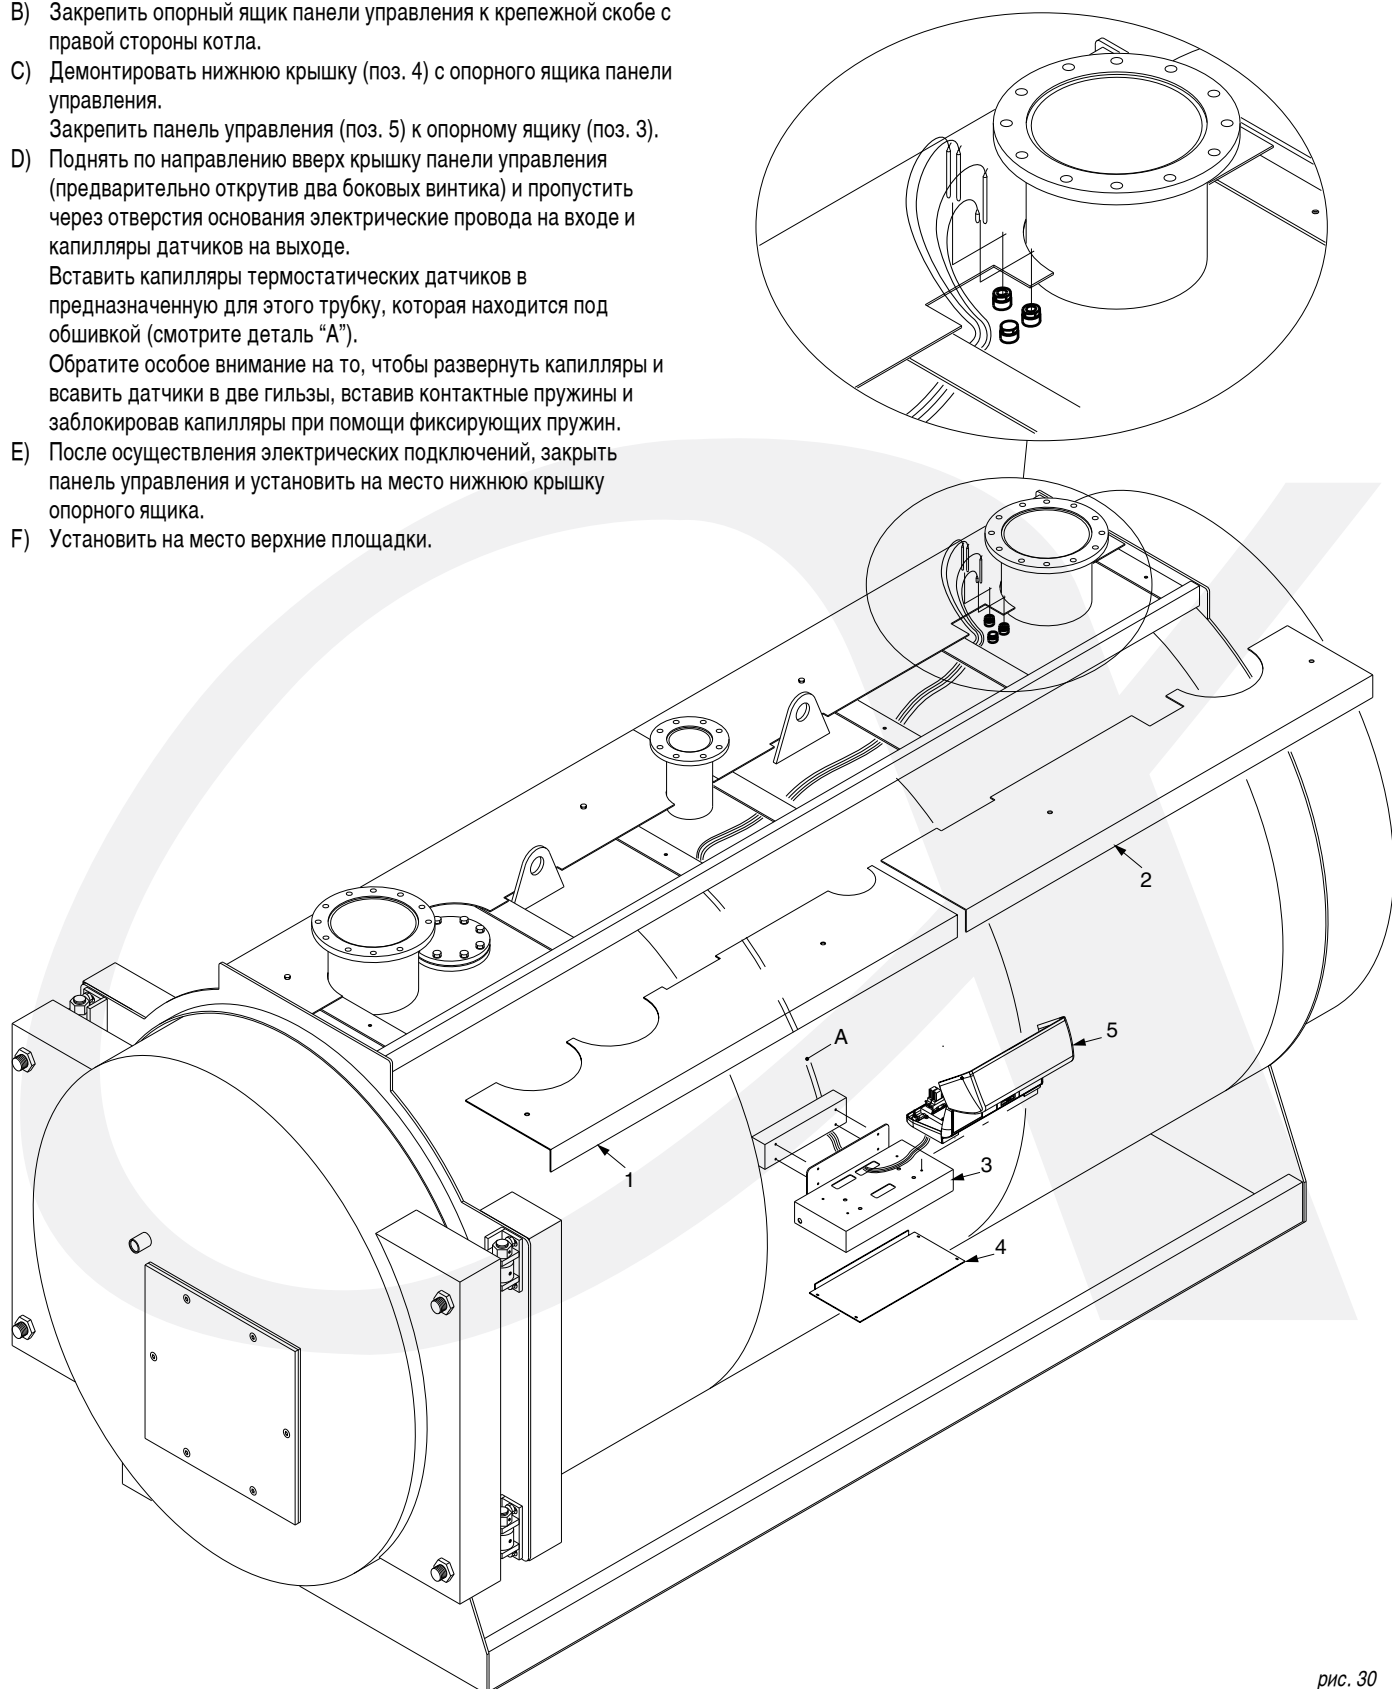

рис. 30
Последовательность монтажа (см. рис. 30)
- включением-отключением котлового насоса Pi или, когда он отсутствует, всех насосов установки (например, насосов Pi и Pc на рис.30) по команде термостата $Tmin$ с уставкой срабатывания $55^{\circ}C$;